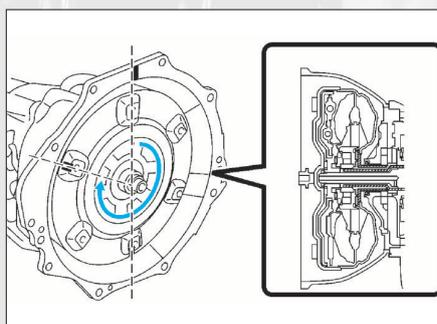

FIG. 15
- faire tourner le convertisseur de couple et faire coïncider les repères d'alignement de l'ensemble d'embrayage de convertisseur de couple sur le boîtier de boîte de vitesse pour engager le pignon d'entraînement de pompe à huile dans la fente de l'embrayage du convertisseur de couple (**fig. 15**).